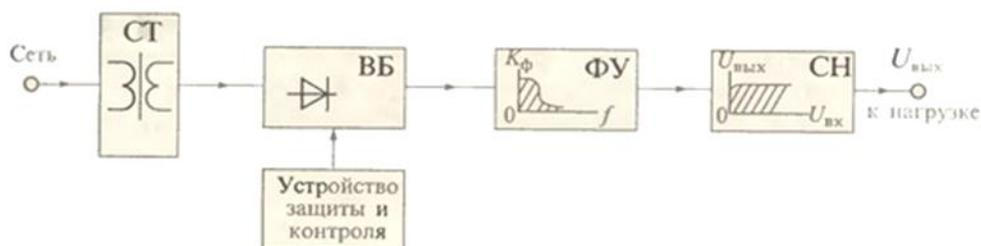
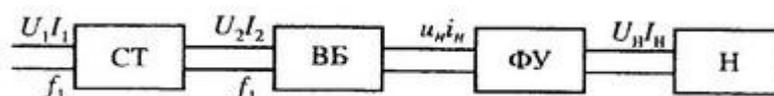

Рис. 12. Обобщенная структурная схема выпрямителя.
Рис. 13. Структурная схема выпрямителя с протекающими в нем напряжениями и токами.
**Выпрямитель** можно представить в виде обобщенной структурной схемы (рис. 12) и структурной схемы с протекающими в нем напряжениями и токами (рис. 13), в которую входят: